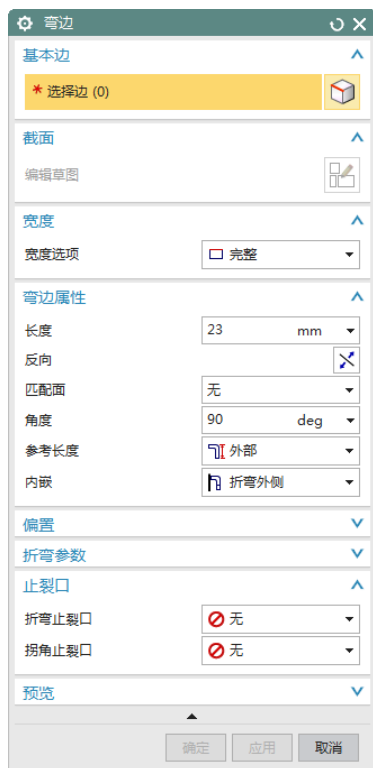

图 5-69 “弯边”对话框
(1) 选择“菜单(M)”→“插入(S)”→“折弯(N)”→“弯边(F)...”，或者单击“主页”选项卡“折弯”面组上中的“弯边”按钮，打开图 5-69 所示的“弯边”对话框。
(2) 在图 5-69 所示的对话框中，设置“宽度选项”为“完整”，“长度”为 23，“角度”为 90，参考长度为“外部”，“内嵌”为“折弯外侧”，在“止裂口”列表框中的“折弯止裂口”下拉列表框中选择“无”。